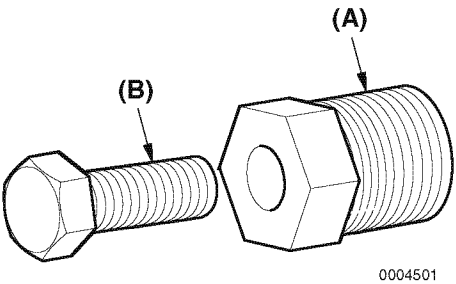

Figura 7
2. Monte el extractor (**Figura 7, (A)**) en el rotor.
3. Gire el tornillo extractor (**Figura 7, (B)**) en sentido de las agujas del reloj para extraer el rotor del cuerpo de la bomba.